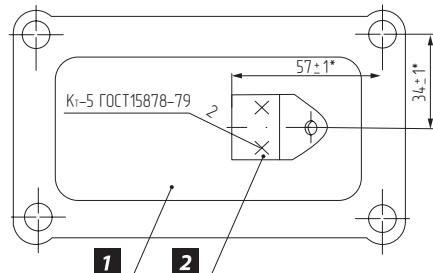

Рис. 14
5. Кронштейн оттяжной пружины [2] приварите или закрепите болтами к крышке люка [1] установки механизма, как показано на Рис. 14.